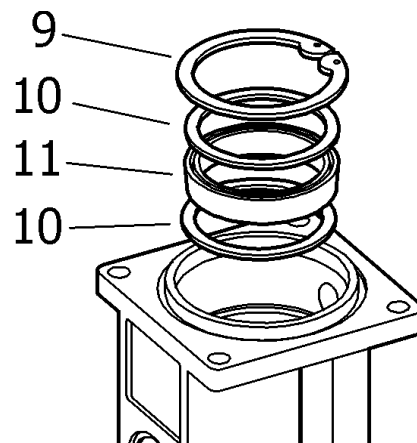

Fig. 10
5. Remove the piston (8) and disassemble the circlip (9), the washers (10) and the seal (11) (fig. 10). Check the piston for scratches and replace damaged parts.
5. Quitar el vástago (8) y desmontar el anillo de seguridad (9), las arandelas (10) y el collarín (11) (Fig. 10). Verificar que el vástago no esté rayado y sustituir piezas deterioradas.
5. Retirer le piston (8) et démonter l'anneau de sécurité (9), les rondelles (10) ainsi que le collier (11) (voir Fig.10). S'assurer que le piston n'est pas rayé et remplacer les pièces endommagées si nécessaire.